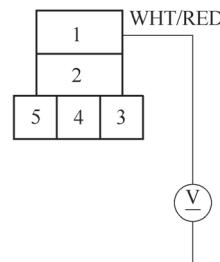

图 5-120 测量风扇控制继电器 5P 插座的 1 号端子与车身搭铁之间的电压
26) 如图 5-120 所示，测量风扇控制继电器 5P 插座的 1 号端子与车身搭铁之间的电压，检查是否为蓄电池电压。如果不是，维修冷凝器风扇和风扇控制继电器之间的导线开路故障；如果是，进行下一步检查。